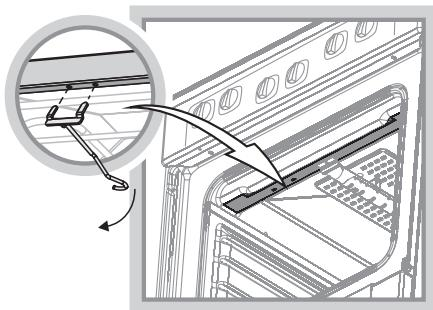

Рис.6
- Установите крючок, для чего вставьте муфту привода вертela «усы» крючка в пазы верхней полки проема духовки и опустите крючок вниз (рис. 6).
- Установите крючок, для чего вставьте «усы» крючка в пазы верхней полки проема духовки и опустите крючок вниз (рис. 6).